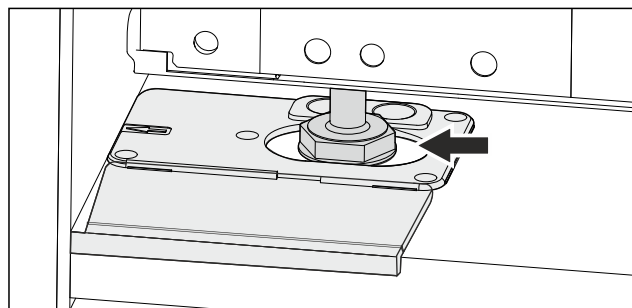

Fig. 45
- Aparat poravnajte z nastavljivimi nogami. Fig. 45 ()